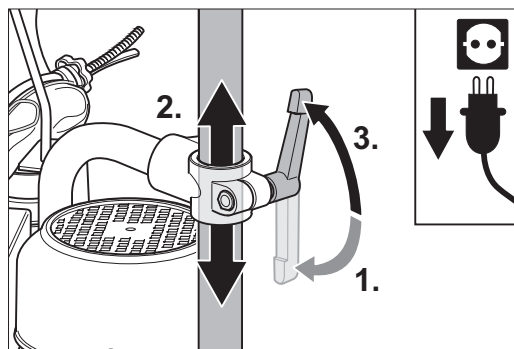
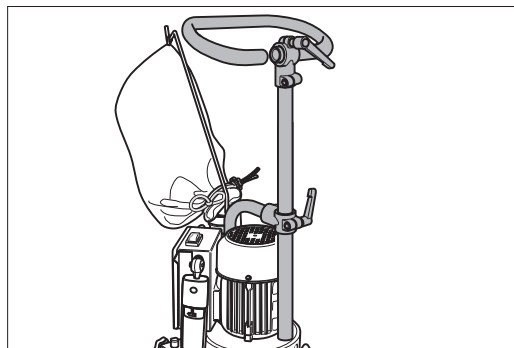

Abb. 11: Lösen des Klemmhebels (1.), verschieben des Führungsrohrs entsprechend Ihrer Körpergröße (2.) und anziehen des Klemmhebels (3.).
Abb. 12: Das Führungsrohr kann nach unten bis auf das Ventilatorgehäuse geschoben werden.
- 3 Um die Griffhöhe einzustellen, lösen Sie den Klemmhebel am vorderen Ende des Rohrbogens (Abb. 11, 1.).
- 4 Schieben Sie das Führungsrohr nach oben oder nach unten (Abb. 11, 2.). Es kann unten auch auf dem Ventilatorgehäuse aufsitzen (Abb. 12).
- 5 Ziehen Sie den Klemmhebel wieder fest an (Abb. 11, 3.).